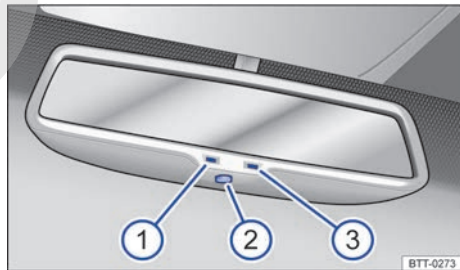

Fig. 78 En el parabrisas: espejo retrovisor interior antideslumbrante automático.
Leyenda para ⇒ fig. 78:
- ① Luz de control.
- ② Interruptor.
- ③ Sensor para reconocer la incidencia de luz por detrás.
El antideslumbrante automático puede conectarse y desconectarse con el interruptor en el espejo retrovisor interior ⇒ fig. 78 ②. Con el antideslumbrante automático conectado, la luz de control ⇒ fig. 78 ① se enciende.
- Un sensor en un lado indica hacia el interior del vehículo, el cual mide la incidencia de luz por *detrás* ⇒ fig. 78 ③.